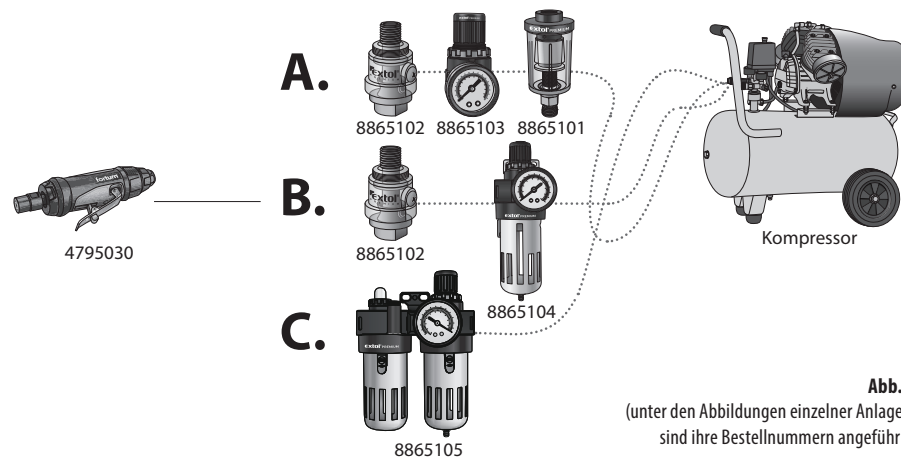

Abb.4
Bestellnummer des Gerätes (Abb.4)	Beschreibung des Gerätes (Aufbereitungsanlagen)
- Die Druckluftschleifmaschine wird mit Druckluft angetrieben, die frei von Feuchtigkeit - Kondensat - sein und beigemischtes Pneumatiköl enthalten muss. Zu diesem Zweck dienen die im Schema auf Abb. 4 dargestellten und beschriebenen Zusatzanlagen, die vor dem Lufteinlass in die Schleifmaschine in der angeführten Reihenfolge installiert sein müssen.
Bestellnummer Anlage (Abb.4)	Beschreibung des Gerätes (Aufbereitungsanlagen)
ANSCHLUSSMÖGLICHKEITEN (SIEHE SCHEMA AUF ABB. 4)
- Die Reihenfolge der im Schema auf Abb. 4 dargestellten Aufbereitungsanlagen muss beim Anschluss eingehalten werden.